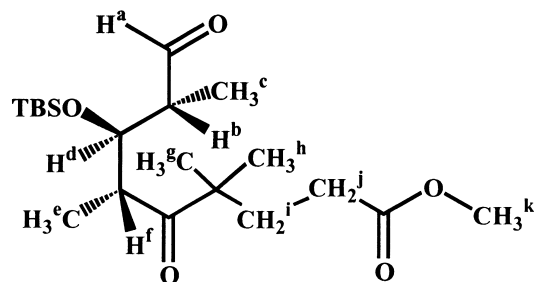

Figure 3
Une petite quantité d'aldéhyde **12** (Figure 3) est isolée afin de l'identifier.
- I-14** En utilisant les notations de la Figure 3 pour chaque atome d'hydrogène, proposer une attribution pour chacun des protons de l'aldéhyde **12** aux signaux correspondants (présenter impérativement vos résultats sous forme de tableau). Justifier la multiplicité des signaux.